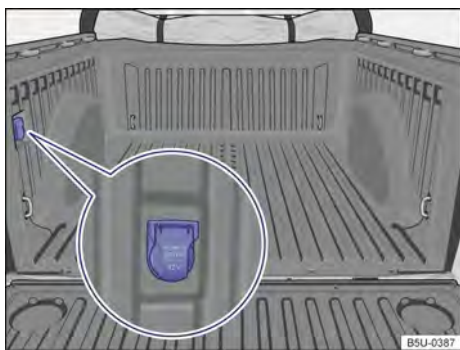

Fig. 117 Compartimento de carga: tomada 12 V.
- A tomada 12 V pode ser encontrada na parte interna do compartimento de carga → Fig. 117 (dependendo da versão do veículo pode não estar disponível).